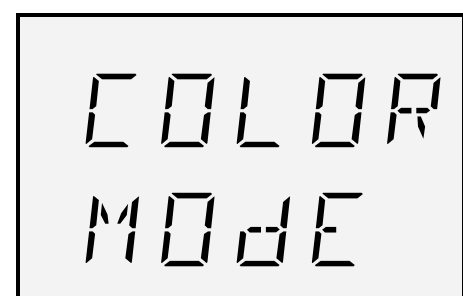

Fig. 10 : Affichage « Mode lumière colorée »
19. Avec la touche ◀ quitter le menu. Le « Mode lumière colorée » (Fig. 10) s'affiche.